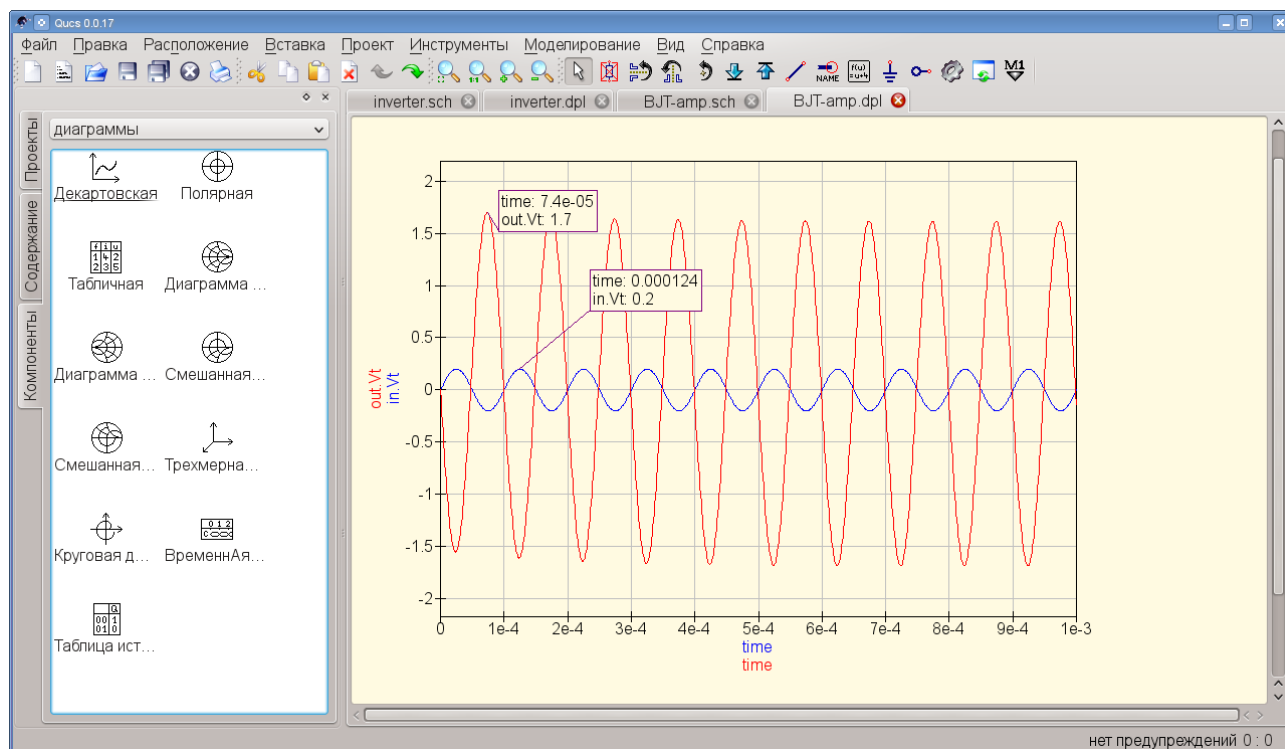

Рис. 9. Результаты моделирования переходного процесса. Маркеры на осциллограммах.
В результате на странице просмотра отобразятся осциллограммы напряжений на входе и на выходе усилителя (рис. 9). На рисунке видно, что на графиках размещены маркеры. Маркеры вставляются на кривые на осциллограмме с помощью кнопки (9) в главном окне программы (см. рис.1). Маркеры являются аналогом курсорных измерений в осциллографе. С помощью маркеров можно узнать, например, напряжение в определённый момент времени. На рисунке с помощью маркеров мы можем узнать уровень напряжения на пиках синусоиды.